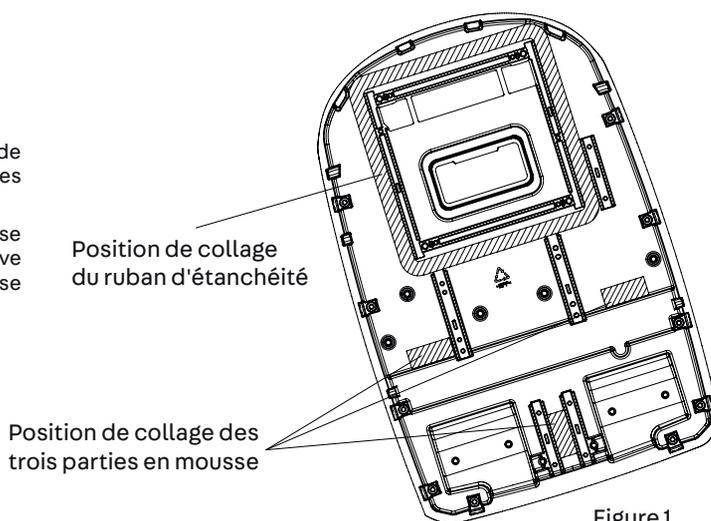

Figure 1
1. Avant de les coller, nettoyez les surfaces à coller du cadre de l'unité extérieure (voir Figure 1) ; pour être sûr que ces surfaces sont propres.
2. Prenez le ruban d'étanchéité et les trois plaques de mousse des accessoires, retirez le papier sur la surface adhésive et alignez le ruban d'étanchéité et les plaques de mousse comme indiqué sur la figure 1.